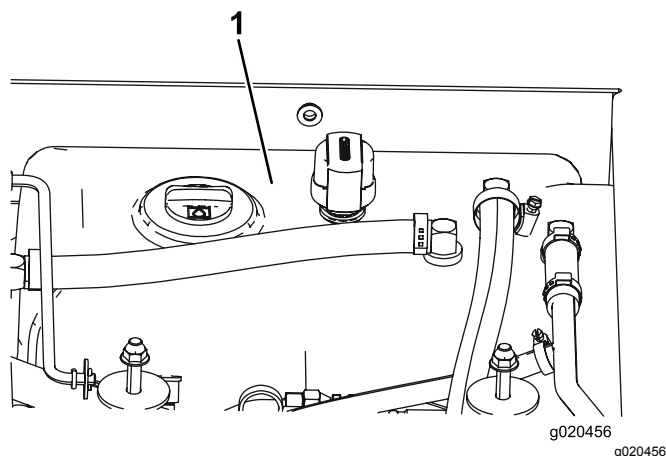

Figura 97
- Riempite il serbatoio (Figura 97) di fluido idraulico; fate riferimento a Controllo del fluido idraulico (pagina 67).